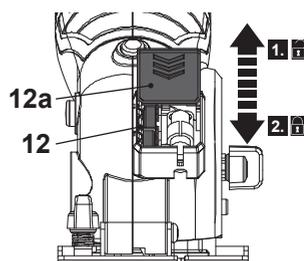

Fig. 5
1. Abrir a tampa (12a) do compartimento da bateria laser (12) (Fig. 5, passo 1).
3. Fechar a tampa (12a) do compartimento das baterias laser (12) em seguida (Fig. 5, passo 2).